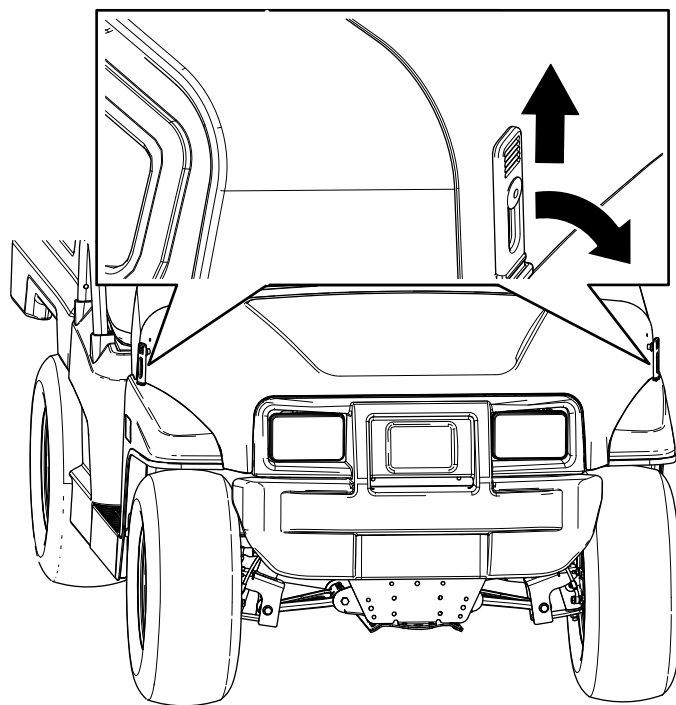

Figure 25
- Soulevez la poignée des loquets en caoutchouc de chaque côté du capot (Figure 25).
- Fixez le capot en alignant les loquets en caoutchouc sur les ancrages de verrouillage de chaque côté du capot (Figure 25).